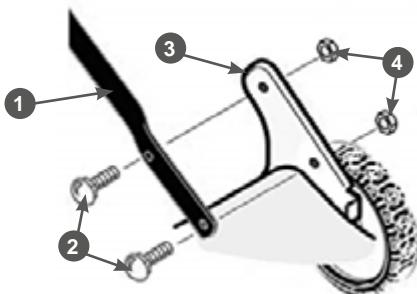

Рис. 4 Крепление нижней части рабочей рукоятки
- Совместите отверстия на рукоятке 1 и кронштейне 3, вставьте в образовавшиеся отверстия болты 2 с квадратным подголовком и закрутите гайки 4 (Рис. 4). Точно также установите другую сторону нижней части рабочей рукоятки.